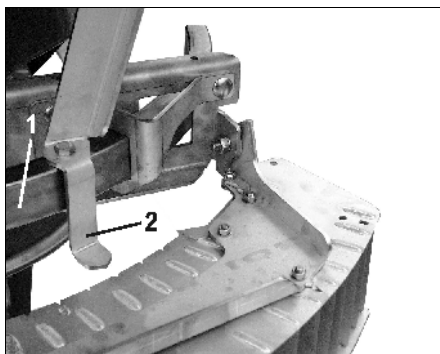

Fig. 41
- Kantspredeskærmen skal skubbes så langt på styrebøjlen (Fig. 41/1) indtil viseren (Fig. 41/2) er placeret på den værdi der er vist i spredetabellen (Fig. 39).